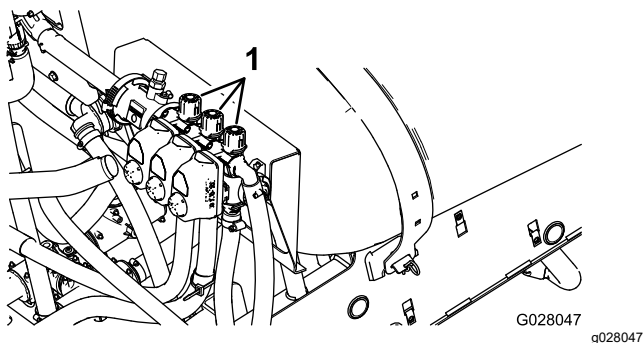

図 21
4. 右ブームバイパスノブ 図 21 を使って、先ほどと同じ水圧一般的には $2.75\text{Bar} = 2.8\text{kg/cm}^2 = 40\text{psi}$ に調整する。
6. 中央ブームバイパスノブ 図 21 を使って、先ほどと同じ水圧一般的には $2.75\text{Bar} = 2.8\text{kg/cm}^2 = 40\text{psi}$ に調整する。